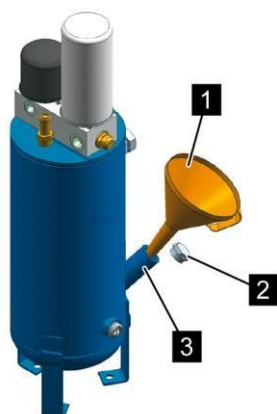

Рис. 41: Заливной штуцер
6. При помощи воронки (Рис. 41/1) залейте охлаждающую жидкость до заливной кромки заливного штуцера (Рис. 41/3).
8. Вставьте резьбовую пробку наливного отверстия (Рис. 41/2) и затяните ее  Приложение В «Моменты затяжки винтов» на странице 153.